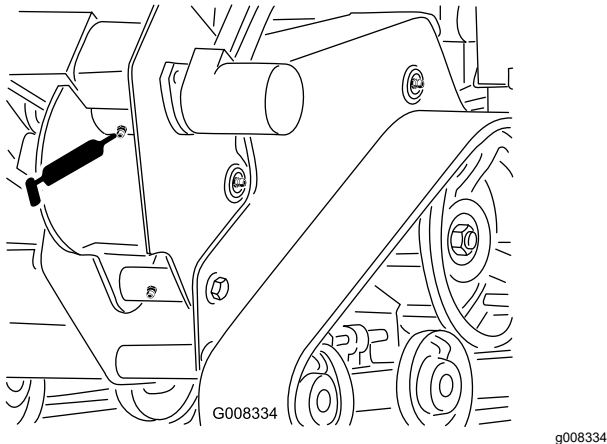

Figura 30
3. Limpie el punto de engrase del alojamiento de la zanjadora con un trapo y conecte una pistola de engrasar (**Figura 30**).